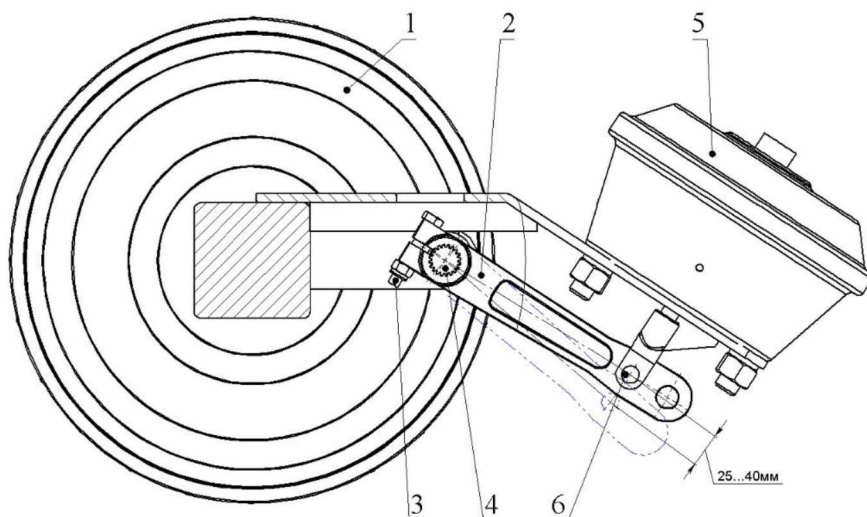

Рисунок 7.2 – Схема регулировки тормозов
- расстопорить ось эксцентрик привода тормозов 4 (рисунок 7.2) рычага регулировочного 2, отвернув фиксирующий болт 3;
| Проверить ход штоков тормозных камер и, при необходимости, отрегулировать согласно 7.2.2   | Ход штоков тормозных камер от 25 до 40 мм (рисунок 7.2)  | Линейка-150ГОСТ 427-75Комплект инструмента и приборов трактора |
| Проверить ход штока тормозных камер и, при необходимости, отрегулировать согласно 7.2.2  | Ход штоков тормозных камер от 25 до 40 мм (рисунок 7.2)                         | Линейка-150ГОСТ 427-75Комплект инструмента и приборов трактора |